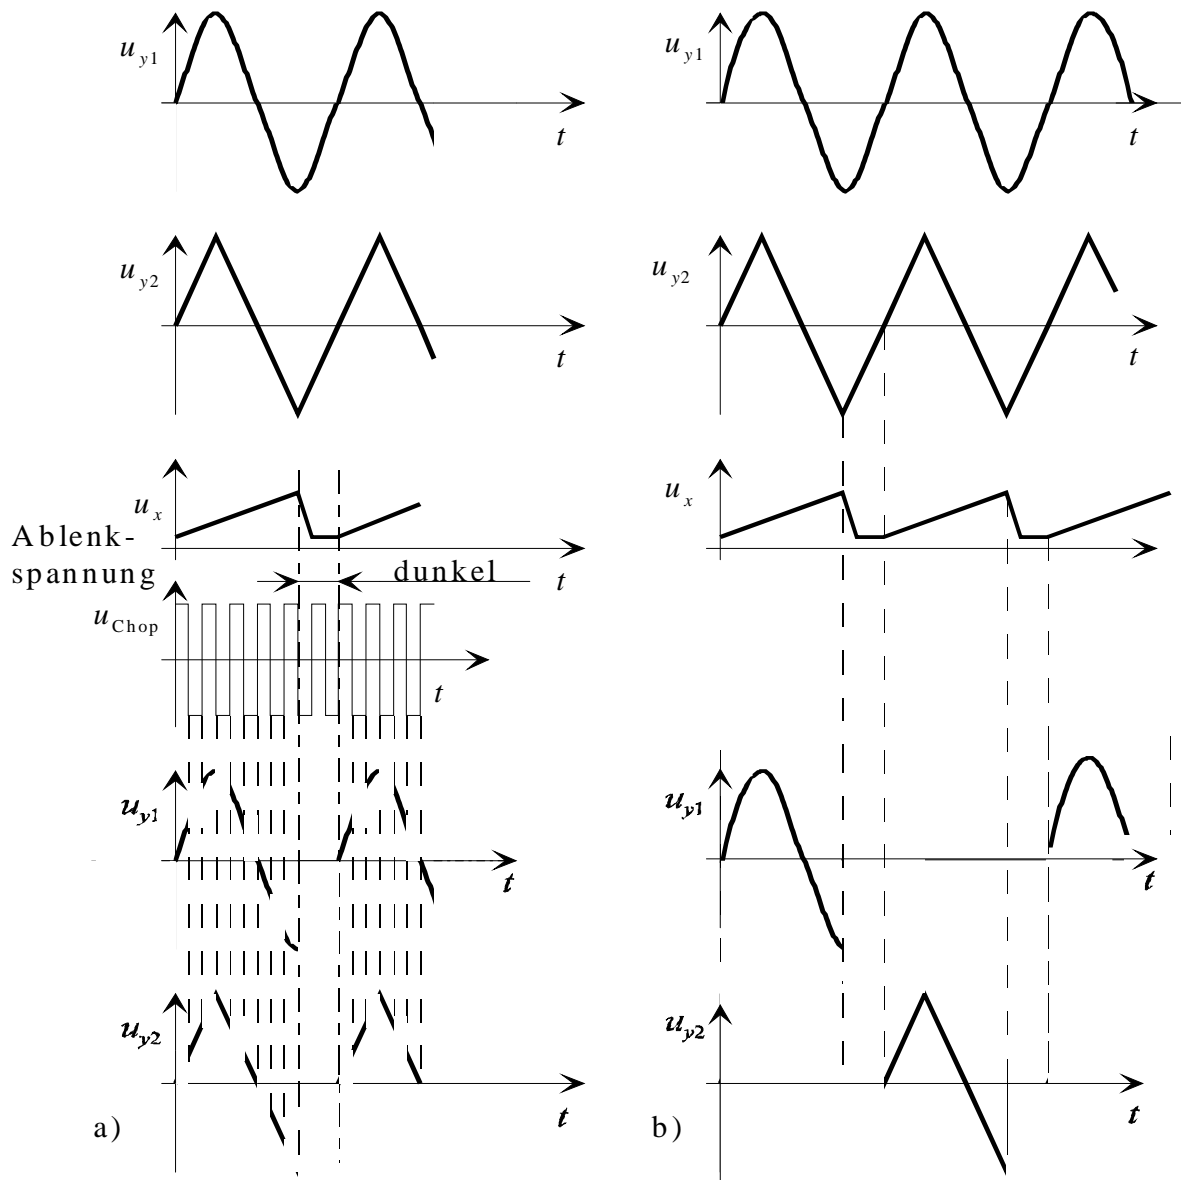

Bild 3: Zweikanalbetrieb beim Oszilloskop
Häufig ist es sinnvoll oder notwendig, zwei (oder sogar mehr) Messgrößen $y_1(t)$ und $y_2(t)$ gleichzeitig und in ihrem zeitlichen Bezug zueinander darzustellen. Dieses ist im *Zweikanalbetrieb* (YT) des Oszilloskops möglich. Dazu sind 2 (oder bis zu 4 bei einem Vierkanalgerät) Y-Eingänge einschließlich umschaltbarem Spannungsteiler/Verstärker erforderlich. Die Bildröhre kann jedoch nur einen Strahl zu einer Zeit abbilden. Deswegen ist zusätzlich noch ein elektronischer Umschalter vorhanden, der die beiden Signale neben- oder nacheinander anzeigt. Es gibt bei analogen Geräten zwei mögliche Betriebsarten, „chopped“ (engl. zerhackt) und „alternating“ (engl. abwechselnd), die im Bild 3 in ihrer Funktion beschrieben sind.